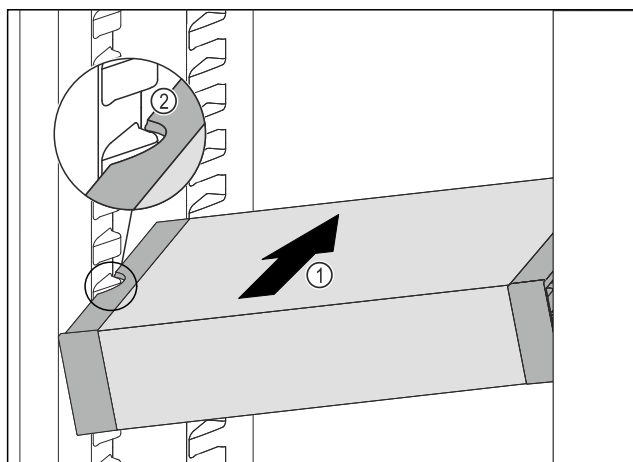

Fig. 87
- ▶ Împingeți VarioSafe oblic în frigider Fig. 87 (1), până când degajările laterale Fig. 87 (2) ale VarioSafe se află la înălțimea nervurii recipientului din frigider.